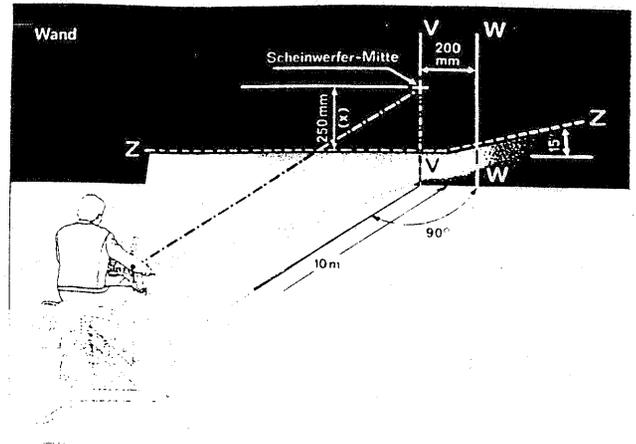

Fig. 93. Schéma de réglage du phare
Le phare est réglable après avoir desserré l'écrou de fixation (1). Le réglage convenable de l'éclairage code du phare s'effectue selon le schéma représenté à la fig. 93.